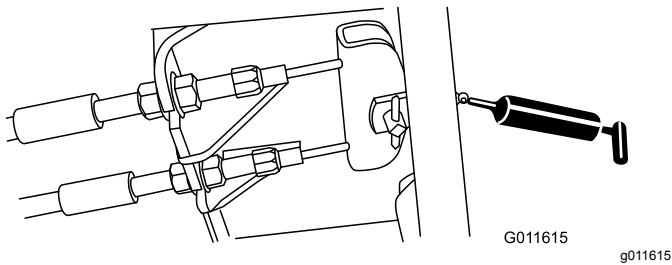

Figura 70
- Pedale del freno (1) (Figura 70)